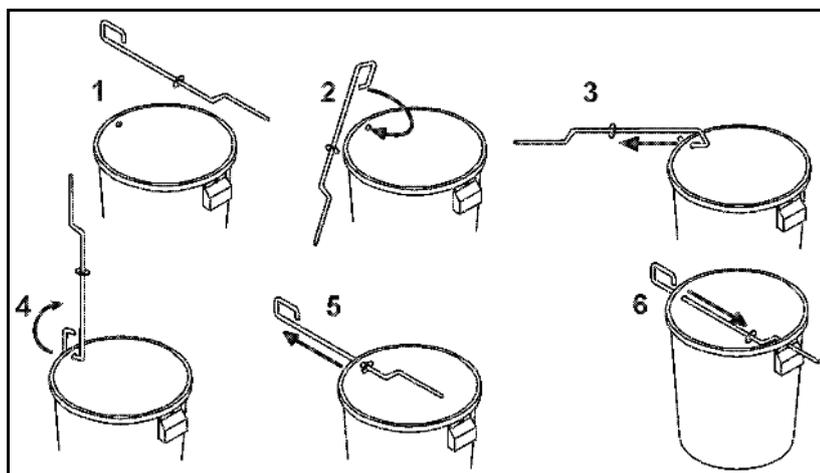

Fig. 40
Para una regulación precisa y sin necesidad de herramientas de cada una de las paletas distribuidoras, los discos de distribución disponen de unas escalas graduadas (Fig. 40/1 y Fig. 40/2) diferentes que no pueden intercambiarse entre sí.
- La pala de dispersión corta (Fig. 40/3) tiene asignada la escala (Fig. 40/1) con los valores del 5 al 28, y la pala larga (Fig. 40/4), la escala (Fig. 40/2) con los valores del 35 al 55.
- Para la pala de dispersión corta (Fig. 40/3), determinar los valores en el indicador (Fig. 40/5).
- Para la pala de dispersión larga (Fig. 40/4), determinar los valores en el indicador (Fig. 40/6).
- Al ajustar las palas de dispersión a un valor más alto de la escala (Fig. 40/1 o Fig. 40/2) se incrementa la anchura de trabajo.